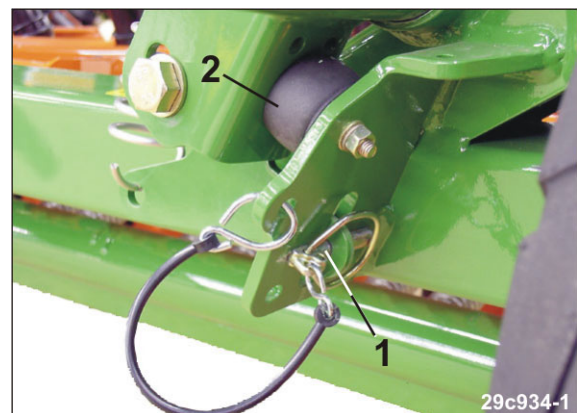

Bild 173
- 4.1 Tryck spårmarkörens arm mot gummibufferten (Bild 173/2) och säkra med en låssprint (Bild 173/1).